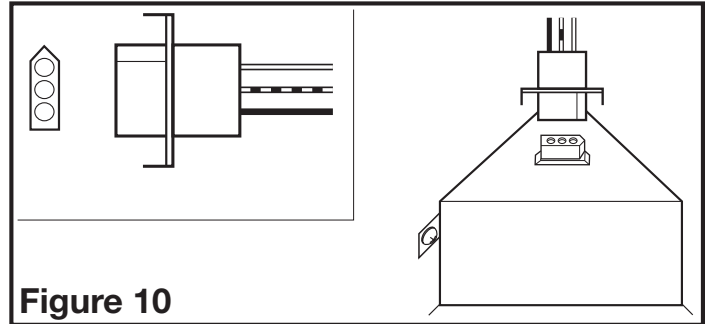

Figure 10
- Brancher le cordon à raccordement rapide dans le réceptacle. Ce cordon ne s'ajuste que d'une seule façon dans le réceptacle (**Figure 10**).